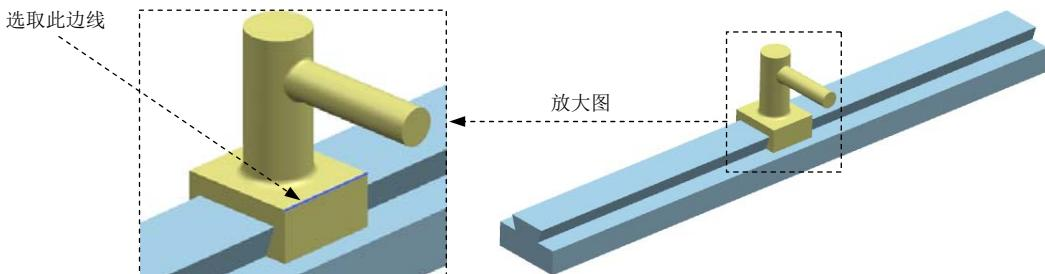

图 7.3.6 定义滑动副
(1) 定义滑动副。选择下拉菜单  →  命令，系统弹出“运动副”对话框；在“运动副”对话框 **定义** 选项卡的 **类型** 下拉列表中选择  **滑动副** 选项；在模型中选取图 7.3.6 所示的边线为参考，系统自动选择连杆、原点及矢量方向。